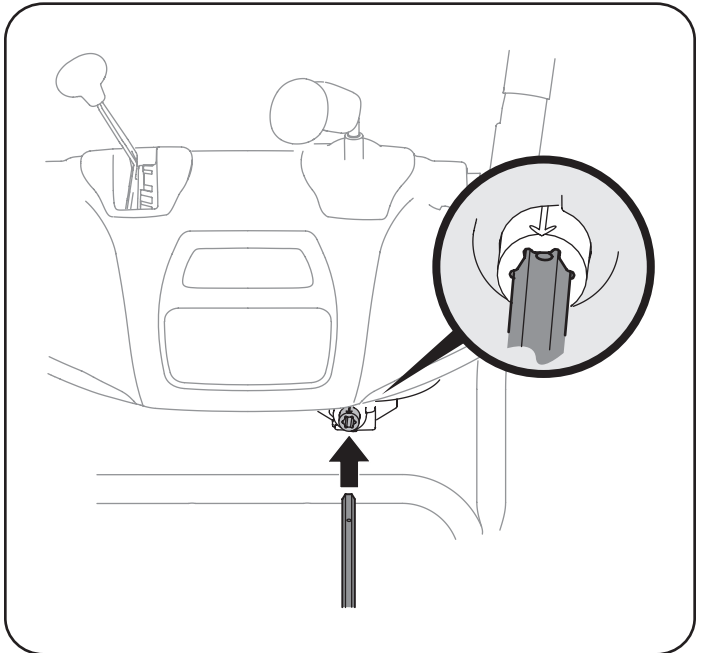

Figura 8
7. Inserte la varilla hexagonal dentro del engranaje del piñón por debajo de la palanca de control. Asegúrese de alinear el orificio en la varilla hexagonal con la flecha en el engranaje del piñón. Vea la Figura 8.